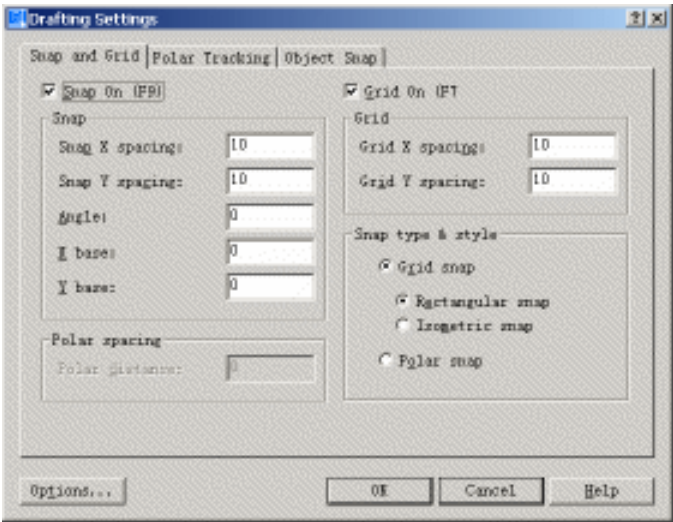

图 15.2 Drafting Settings（草图设置）对话框
(1) 选择【Tools】|【Drafting Settings】命令，打开 Drafting Settings（草图设置）对话框，按如图 15.2 所示的进行参数设置。
(2) 用 BOX 命令绘制立方体